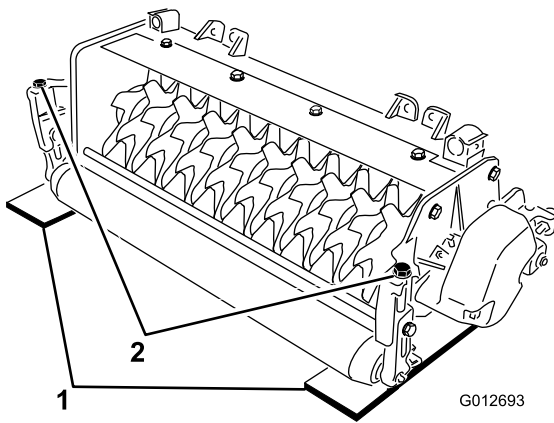

图4
2. 将 2 个调刀尺（厚度为所需的刀片穿透深度）放在切根刀滚刀的前、后滚筒下面（滚刀的两端）（图4）。
3. 旋转各剪草高度支架（图4）上的调节螺栓，使滚刀刀片的两端都接触到水平地面。